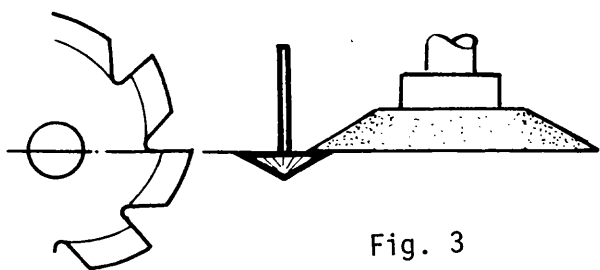

Fig. 3
- b Haga contacto suave de la cara de la muela con la punta de centrado (fig. 3).